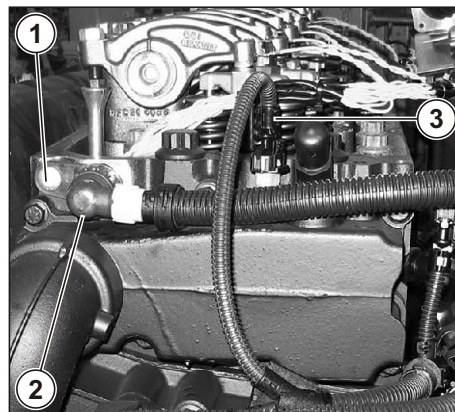

Рис. 21. Извлечение жгута форсунок из головки цилиндров.
5. Отключить датчик температуры охлаждающей жидкости (3) (650.1130556) (см. Рис. 21).
6. Вывернуть винт (1), извлечь L-образный адаптер (2) и пучок электропроводов (см. Рис. 21).